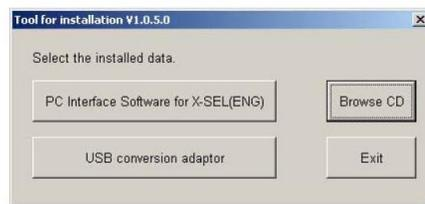

图1.9 安装数据选择界面
- ①将本软件的光盘插入光驱。
- ②显示需安装的数据选择界面(图1.9)。
⑥完成界面(图1.13)弹出后，请点击OK。完成界面(图1.13)将关闭。接着，点击复制目标文件夹指定界面(图1.10)中的“Cancel”。复制目标文件夹指定界面(图1.10)将关闭。最后，点击数据选择界面(图1.9)中的结束。数据选择界面(图1.9)将关闭。
⑦取出光盘。
⑧下一步，将USB转换适配器(IA-CV-USB)插入电脑的USB端口。